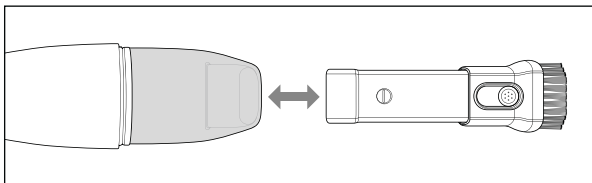

Abb. 2
- ◆ Halten Sie das Gerät am Handgriff **⑨** und ziehen Sie die Verschlusskappe **①** vom Gerät ab.
- ◆ Stecken Sie die 2-in-1 Saugdüse **12** in die Saugöffnung **2** des Gerätes. Achten Sie dabei darauf, dass der Knopf zum Verstellen der Bürstendüse nach oben zeigt (siehe Abb. 2).
- ◆ Um die 2-in-1 Saugdüse **12** wieder abzunehmen, ziehen Sie sie aus der Saugöffnung **2** heraus (siehe Abb. 2).